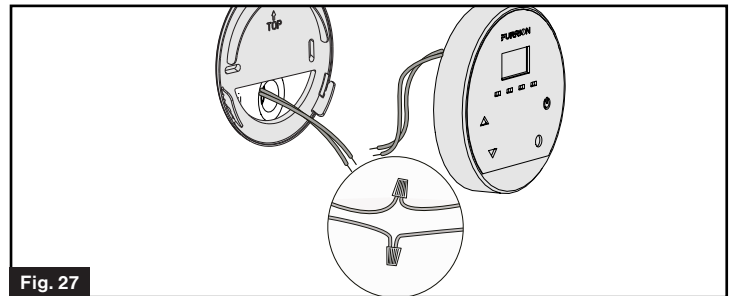

Fig. 27
- Conecte los dos cables azules del controlador de pared al aparato directamente o con los cables de extensión de pared indicados en la Fig. 12. (Los cables del regulador de pared son azules y la polaridad no importa.) (Fig. 27)